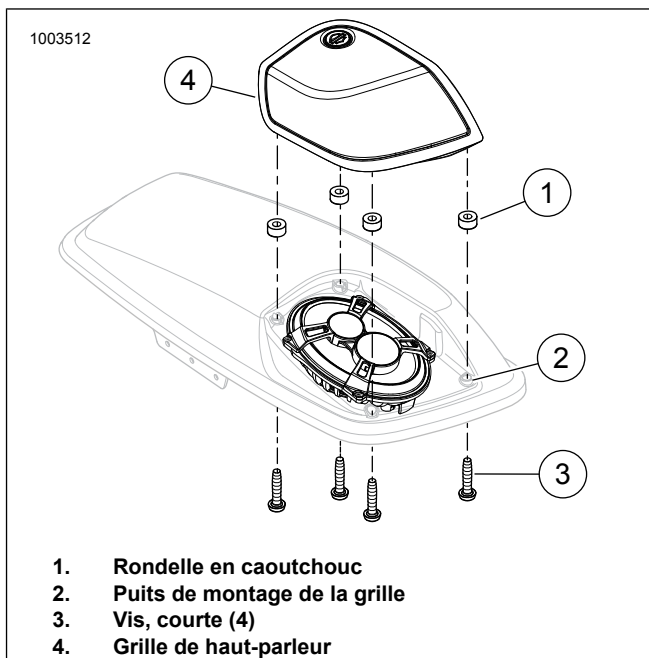

**Figure 9.**
1. Voir la figure 9. Vérifier que le caoutchouc IIR (3) se trouve entre la zone de fil divisé (2) et le couvercle de la sacoche (1). Il devrait encapsuler les fils et sceller le cône du haut-parleur (4) au couvercle de la sacoche pour éviter l'infiltration d'eau.